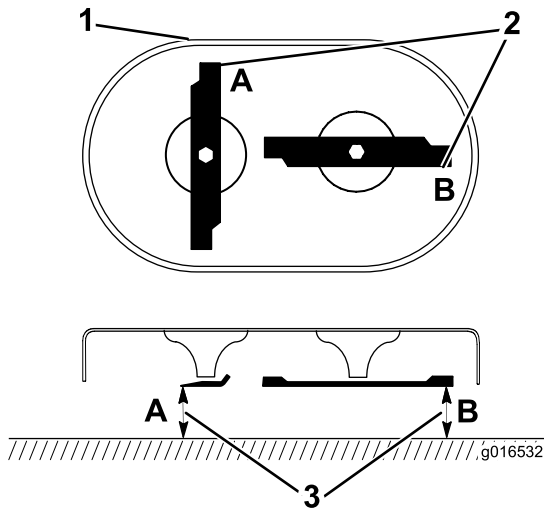

Figure 40
1. Tournez les lames à la position indiquée à la Figure 40.
2. Mesurez la distance entre une surface plane et le tranchant aux points **A** et **B**, (Figure 40), et notez les deux dimensions.
3. Faites tourner les points de sorte que leurs extrémités opposées soient aux points **A** et **B** (Figure 40).